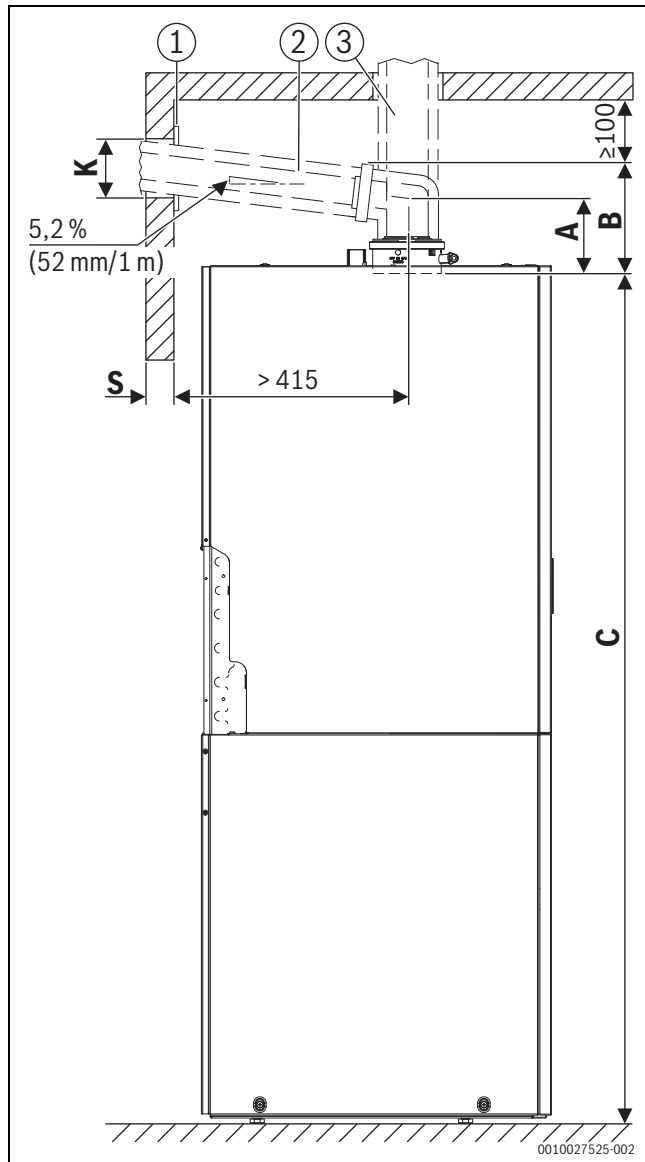

Bild 21 Ansicht von der linken Seite (Maße in mm)
- Falls erforderlich, Maß der Blende (→ Bild 21, [1]) addieren.